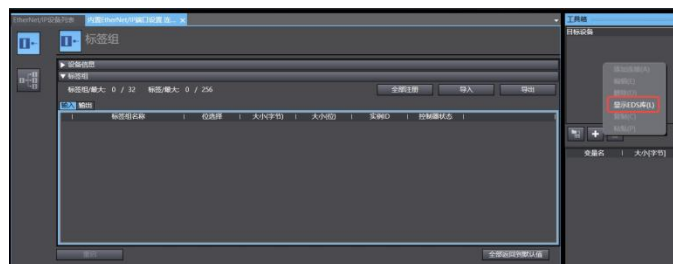

Fig 85. PLC EIP-显示 EDS 库
3. 如 Fig 85 所示，在右侧的工具箱中，右键选中**显示 EDS 库**。在跳出来的 EDS 页面中点击**安装**，在跳出来的文件浏览器窗口中选择 eds 文件，EIP_ELCO_BC50_XXX.eds。